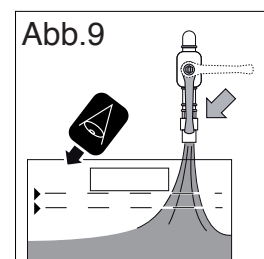

Abb.9
2. Abflusshahn vorsichtig öffnen und Füllstand des Behälters im Auge behalten (Abb. 9).